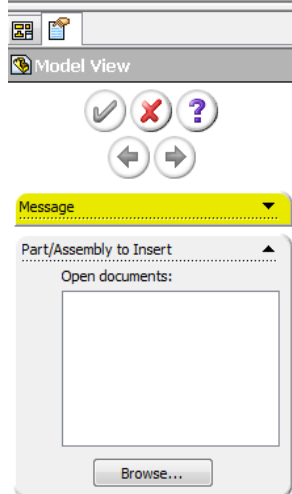

Рис. 9.1.3. Менеджер властивостей інструменту ВИД МОДЕЛИ (MODEL VIEW)
3. Зліва перед вами з'явиться МЕНЕДЖЕР СВОЙСТВ (Property Manager), у якому буде відображено вікно ВИД МОДЕЛИ (MODEL VIEW) (рис. 9.1.3).